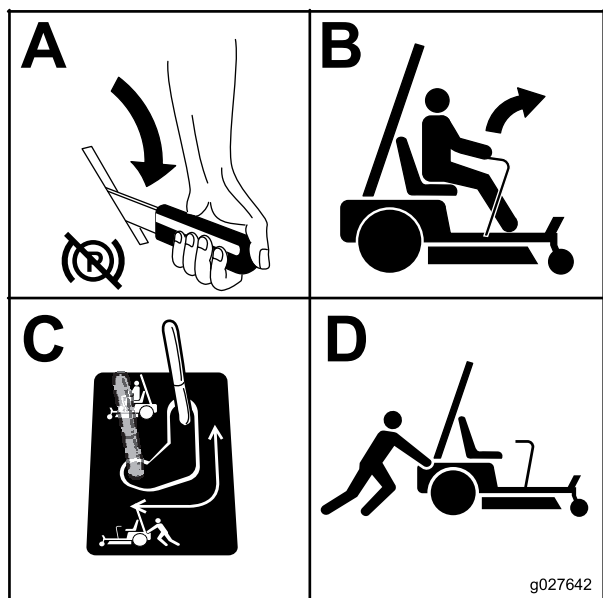

Figura 27
3. Repita este procedimiento en cada lado de la máquina (Figura 27).
4. Mueva las palancas a la posición de empujar la máquina (Figura 27) para engranar los motores de las ruedas.